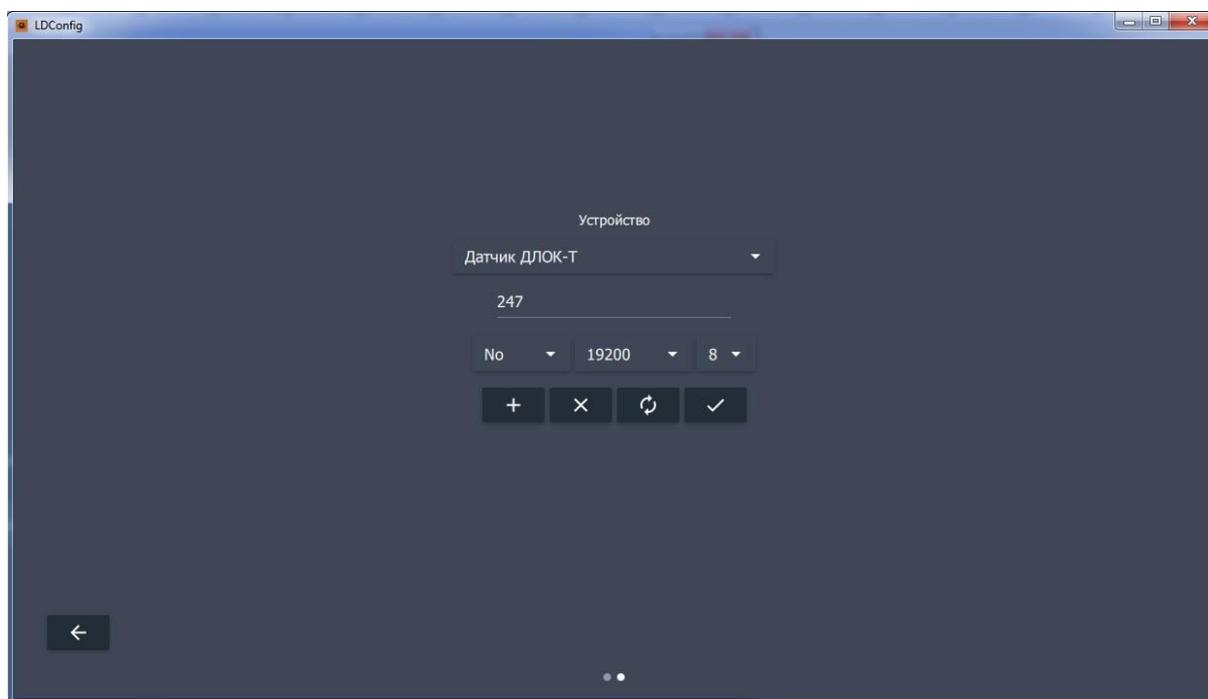

Рисунок 9
- Укажите адрес, выберите ЧЕТНОСТЬ, СКОРОСТЬ, БИТЫ ДАННЫХ (Рис.9),